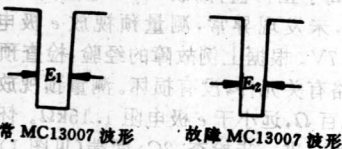
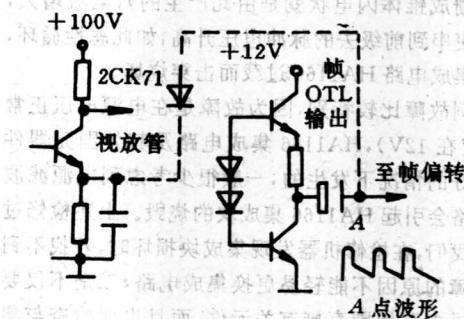

图 1 正常 MC13007 波形
图 2
如图 1 所示的波形是通过示波器看到的 MC13007 ②脚(视预放输出脚)的场消隐波形。从图中不难看出,正常的 MC13007 内部产生的消隐信号的时间宽度 t_1 ,大于有故障的 MC13007 的场消隐信号的时间宽度 t_2 ,由于 t_2 的时间小于场逆程回扫时间,这样就不能完全消除场逆程回扫线,造成电视机幅面顶端出现明显的回扫线。针对这种情况,我们考虑,权且当集成块 MC13007 没有场消隐功能,另外给视放管发射极提供正向场逆程脉冲,使视放管在场逆程时截止,这样,场消隐的宽度不再取决于集成块内部,而取决于视放管发射极上的场逆程脉冲宽度,完全消除了场回扫线。实验证明,这种方法简便可行无副作用。具体的做法只须按如图 2 中虚线一个二极管 2CK71 就可以了。但必须注意,在印板上连接 2CK71 时,必须用塑料套管套住,以免将其他电路短路。值得指出,这种补救办法适合于任何采用 MC13007 集成块的电视机。